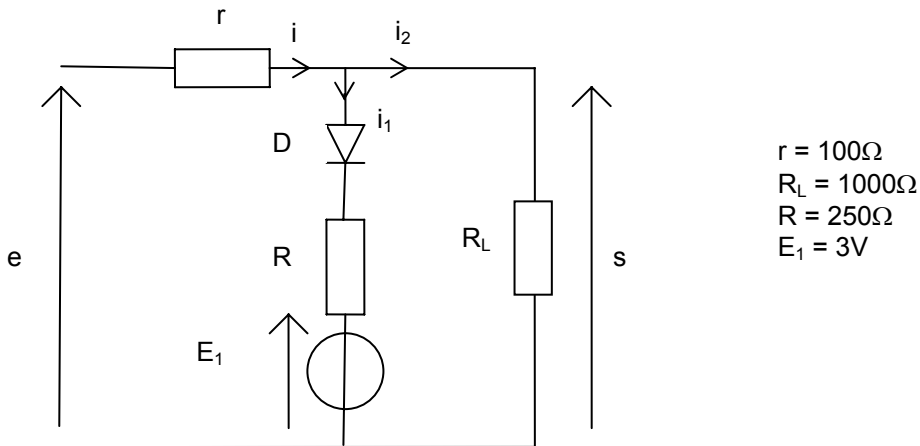

Figure 50
7. On considère le montage de la Figure 50 dans lequel la diode  $D$  a une tension de seuil nulle et une résistance dynamique négligeable.